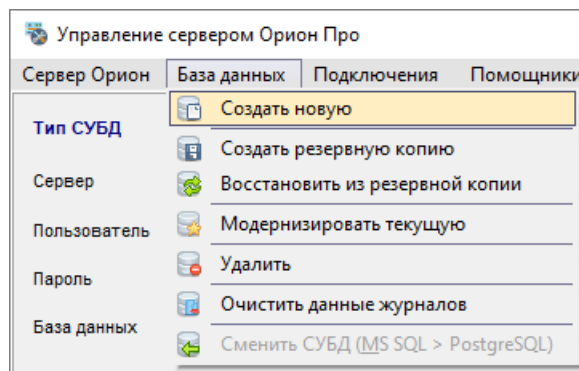

Рисунок 4-43 Переход к созданию новой БД
- 1) выберите в меню «База данных» (см. п. 4.3.1.2) пункт «Создать новую» (см. Рисунок 4-43);